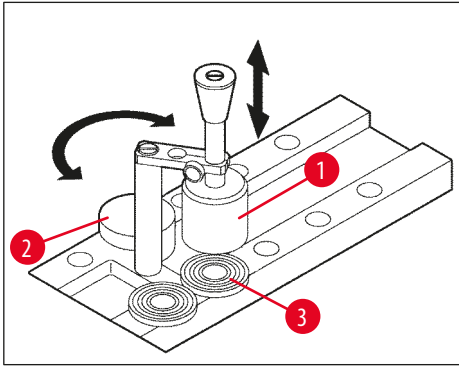

图 14
4. 将装有样品的样品托放到速冻架(→ "图 14") 10 个空位中的一个并冷冻。